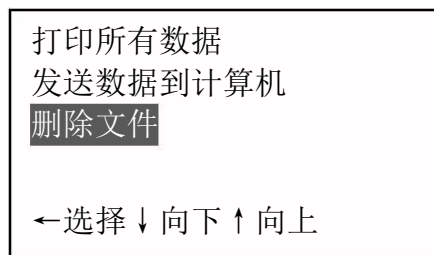

图 33
- d. 按←键进入，按↓或↑键将光标移至删除文件，如图 33：